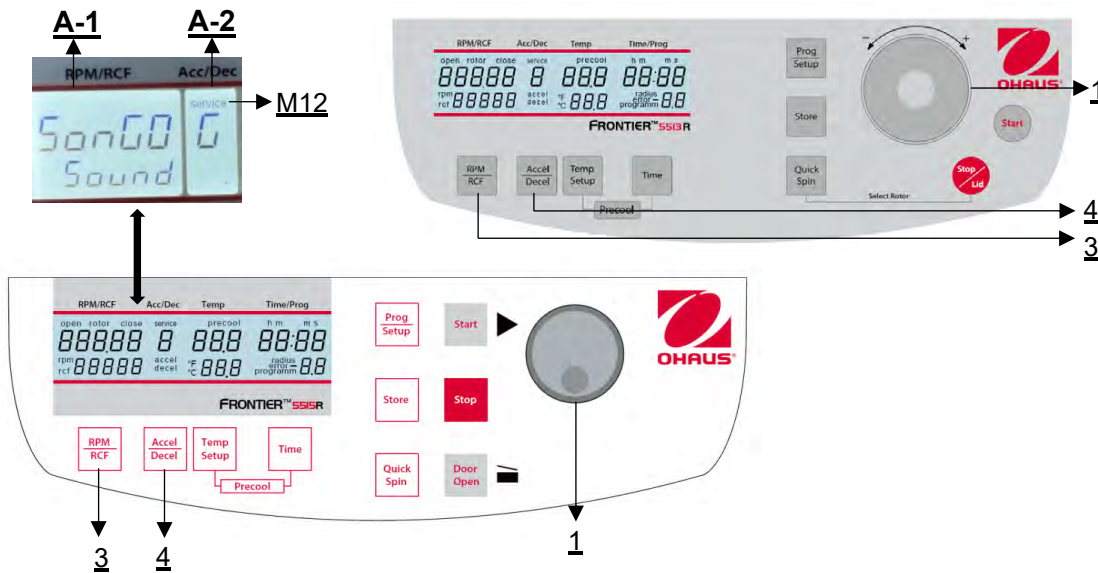

Figure 29
Procéder comme décrit au point 4.1.1 pour entrer dans ce mode de programmation et appuyer ensuite sur la touche **"Accel/Decel"** (4). Sur l'écran **"Acc/Déc"** (A-2), le mot **"Service"** (M12) clignote. Sélectionnez maintenant la lettre **"G"** à l'aide du bouton de réglage / de la roue tactile (1). Les mots **"SonGo/Sound"** apparaissent alors dans l'affichage **"RPM | RCF"** (A-1). Après avoir appuyé sur la touche **"RPM | RCF"** (3), vous pouvez sélectionner un morceau à l'aide du bouton de réglage / de la molette tactile (1) (voir figure 29).